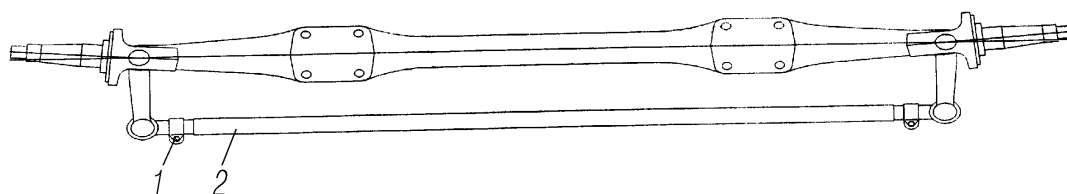

Рис. 30. Регулировка поперечной рулевой тяги:
5. Отрегулировать длину поперечной рулевой тяги (рис. 30) (см. раздел «Регулирование схождения колес»).